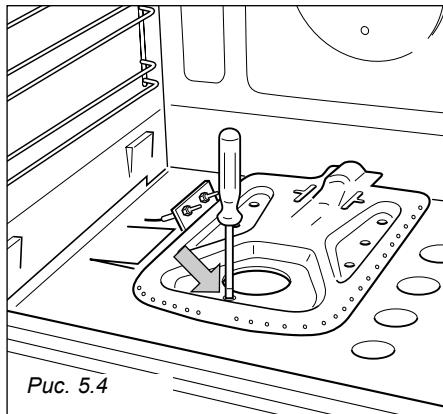

Рис. 5.4
- Открутите винт, фиксирующий горелку (Рис. 5.4).
- Снимите горелку, как показано на Рис. 5.4, и расположите ее внутри духовки, не снимая. Будьте очень осторожны: не повредите провод электрического розжига и индикатор предохранительного клапана.